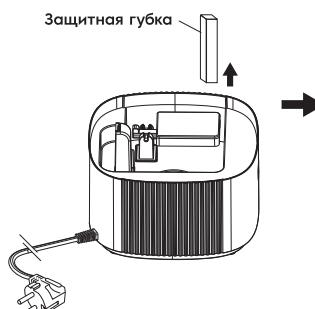

Рис. 2
3. Налейте чистую воду непосредственно в емкость для воды. Уровень воды не должен превышать отметку MAX внутри бака (рис.2). Воду можно заливать в воронку для залива воды (рис.1).